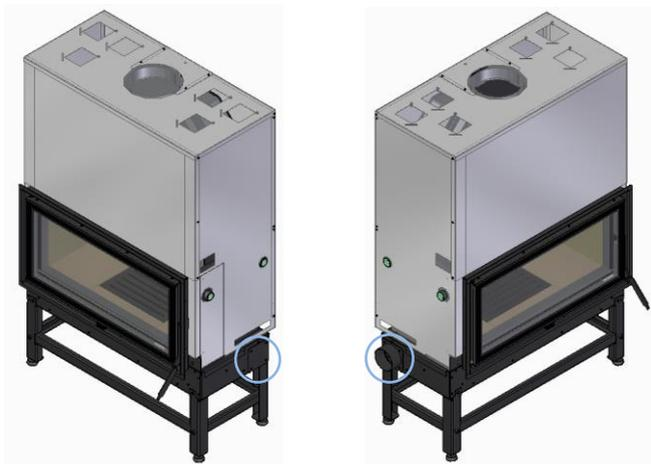

Figure 21
p) Installez l'adaptateur d'admission d'air sur le côté inférieur, ce qui permet un trajet plus court ou une perte de charge plus faible. Sur le côté opposé, le couvercle doit être placé de manière à empêcher l'air indésirable d'entrer, Figure 21. Pour fixer ces deux pièces, il y a 8 vis, 4 pour chaque pièce, dans le sac d'accessoires inclus dans l'équipement.